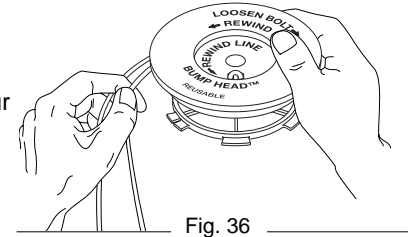

Fig. 36
- Enroulez les fils en couches uniformes serrées sur le moulinet (Fig. 36). Enroulez le fil dans le sens indiqué sur le moulinet interieur. Placez votre index entre les deux fils pour les empêcher de se superposer. Ne superposez pas les extrémités du fil. Passez a l'Étape 11.